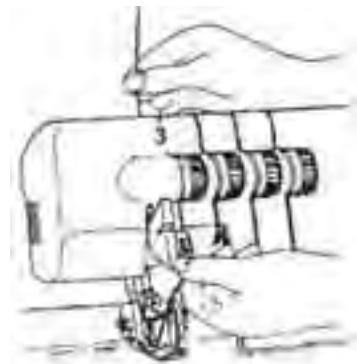

Abb.31
3. Halten Sie den Faden mit den Fingern fest, führen Sie ihn zwischen den Scheiben des Fadenspannungswählers ❶ hindurch und ziehen Sie ihn dann nach unten (3) (Abb. 31).
❶ Hinweis: